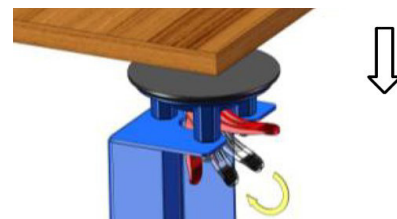

Abb. 4: Werkstück befestigen
- Drücken Sie das Werkstück auf den Klemmteller und stellen Sie den Klemmhebel auf die vertikale Position (Abb. 4, gelber Pfeil).